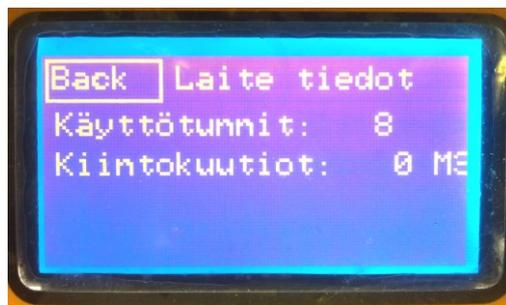

Figure 17. Information de l'appareil
- Information de l'appareil (Figure 17)